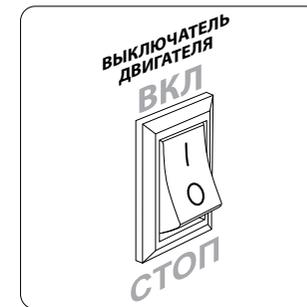

рис. 22
Переведите выключатель двигателя (9) в положение «ВКЛ». (рис. 22)